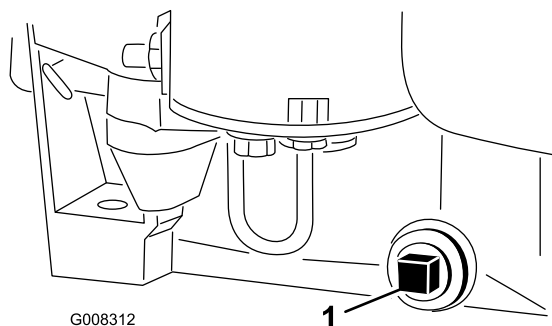

Figura 26
9. Togliete il tappo di spurgo per lasciare defluire l'olio (Figura 26).